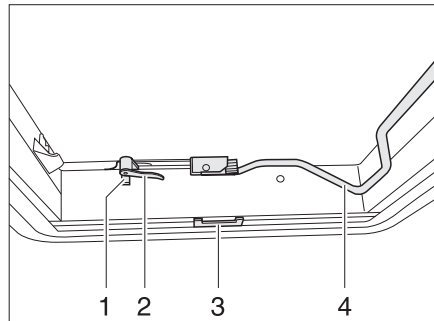
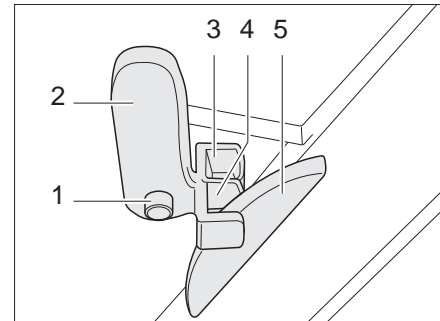

Bild 47 Heki-Dachhaube, geschlossen
Bild 48 Heki-Dachhaube in Lüftungsstellung 1
- Sicherungsknopf (Bild 47,1) drücken und Verriegelungshebel (Bild 47,2) eine viertel Umdrehung nach innen drehen.
- Bügel (Bild 47,4) nach unten aus der Arretierung ziehen.
- Verriegelungshebel (Bild 47,2 und Bild 48,2) eine viertel Umdrehung drehen. Die Nase der Dachverriegelung (Bild 48,5) muss dabei in die obere Verriegelungsgabel (Bild 48,3) eingreifen.
- Sicherungsknopf (Bild 48,1) drücken und Verriegelungshebel (Bild 48,2) zurückdrehen. Die Nase der Dachverriegelung (Bild 48,5) muss dabei in die untere Verriegelungsgabel (Bild 48,4) eingreifen.